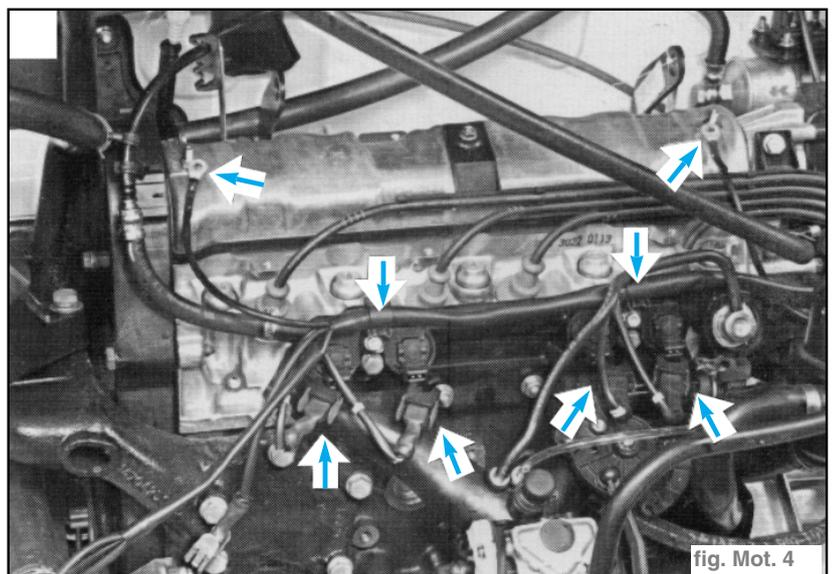

fig. Mot. 4
- Débrancher les quatre connecteurs des électro-injecteurs et les deux masses sur le cache-poussoir, ouvrir les agrafes et déplacer le faisceau de câbles d'injection. (fig. Mot. 4)